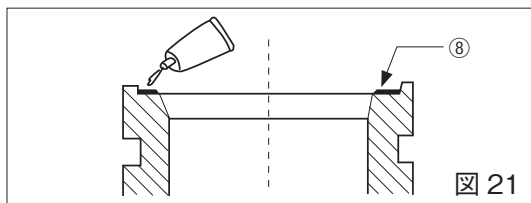

図 21
4. ⑧フランジ面 (接着面) に瞬間接着剤を適量塗布してください。(図 21) 接着材の塗布はシール目的ではありません。
5. ③ゴムフランジを⑦本体フランジ溝にはめ込みながら②ゴムスリーブと③ゴムフランジを接着します。②ゴムスリーブと③ゴムフランジの接着面に凸凹がついておきますので、均一に重なるように合わせてください。接着せずに離れてしまう場合は、1 ~ 2 分固定していただくと接着します。これを両側のフランジに行ってください。